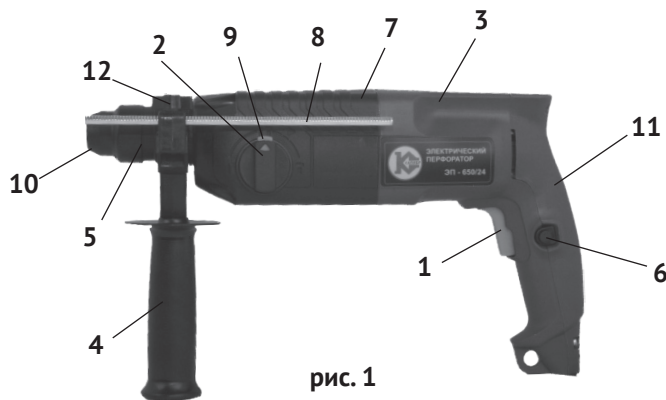

рис. 1
1.6 Общий вид перфоратора представлен на рис.1
1.7 Перфоратор состоит из горизонтально расположенного коллекторного двигателя в пластиковом корпусе (рис.1 поз.3), выполненном заодно с рукояткой. К корпусу двигателя крепится корпус редуктора, в котором расположен механизм, передающий вращательное и возвратно-поступательное движение на рабочий инструмент. Крутящий момент с якоря электродвигателя через шестерни, передаётся на ствол с патроном SDS – plus (рис.1 поз.5), расположенный соосно с двигателем. Тип ударного механизма перфоратора - электропневматический. Эксцентриковый подшипник преобразует вращательное движение якоря в возвратно-поступательное движение поршня. С поршня ударник передаёт энергию удара на ствол с патроном SDS – plus. На корпусе редуктора слева расположен переключатель режимов (рис.1 поз.2) с фиксатором (рис.1 поз.9) в трёх режимах: «сверление» /«сверление с ударом» / «удар». Кроме того, знаком ▼ отмечено положение (без фиксации) разблокировки патрона для изменения положения рабочего инструмента в режиме долбления.
В зависимости от вида выполняемой работы, в патрон SDS – plus вставляется необходимая насадка (пика, долото, сверло) с соответствующим хвостовиком, или переходник SDS-plus/сверлильный патрон для установки сверлильного патрона, если необходимо работать в режиме «сверление». Дополнительная рукоятка (рис.1 поз.4) хомутом крепится на корпусе редуктора (рис.1 поз.7). Фиксируется рукоятка, закручиванием по часовой стрелке, в любом положении (от 0° до 360°), что удобно пользователю, как «правше», так и «левше».
В отверстие левой части суппорта рукоятки вставляется, при необходимости, стержень-ограничитель глубины сверления (рис.1 поз.8). Он фиксируется в выбранном положении винтом-барашком.
1.8 Клавиша выключателя (рис.1 поз.1) расположена в передней части рукоятки. Включение/отключение инструмента осуществляется нажатием на клавишу выключателя. Силой, приложенной к клавише, регулируется число оборотов и частота ударов перфоратора. Нажатием кнопки (рис.1 поз.6), клавиша фиксируется в рабочем положении с максимальным числом оборотов (максимальной частотой ударов). При повторном нажатии на клавишу, она и кнопка фиксации (со щелчком), возвращаются в исходное положение – выключено.
При замене рабочих насадок следите за тем, чтобы колпачок (рис.1 поз.10), защищающий патрон от попадания пыли, не был повреждён.
- вставить стержень фиксации глубины сверления (рис.1 поз.8) в отверстие;
- фиксация клавиши в рабочем положении осуществляется нажатием на кнопку (рис.1 поз.6);
Нажав кнопку (рис.1 поз.9) в верхней части рукоятки (рис.1 поз.2), начните поворот к режиму с условным знаком, приведённым ниже. Отпустите кнопку фиксатора. При достижении выбранного положения, рукоятка зафиксируется, а кнопка фиксации (со щелчком) вернётся в исходное положение.
- при работе в режиме сверление без удара: переключатель (рис.1 поз.2) установить в положении «сверло». При этом режиме перфоратор может работать с патроном SDS – plus, но, как правило, устанавливается ключевой патрон;
- при работе в режиме сверление с ударом: переключатель (рис.1 поз.2) в положении «сверло с молотком»;
- при работе в режиме долбление: переключатель (рис.1 поз.2) в положении «молоток».
3.2 Для замены щёток необходимо открутив винты, снять крышку корпуса (рис.1 поз.11). Извлечь использованные щётки из щёткодержателя и заменить их новыми. Прикрутить на место крышку корпуса. Опробовать работу перфоратора кратко-